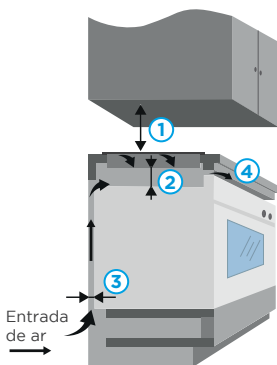

Fig. 4
3. A preparação do local para instalação deve seguir algumas recomendações de espaçamento para proporcionar uma correta ventilação do produto (Fig. 4).